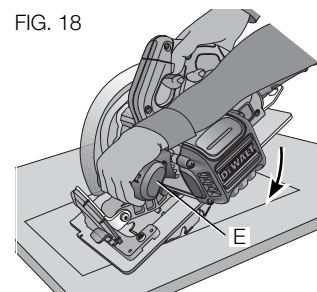

FIG. 18
COUPE INTERNE (FIG. 18)
4. Relâchez le carter de lame (son contact avec la pièce le maintiendra en position pour commencer librement à faire la coupe). Retirez la main du levier de carter et agrippez fermement la poignée auxiliaire (E), comme illustré en figure 18. Positionnez corps et bras de façon à pouvoir résister à tout rebond possible.